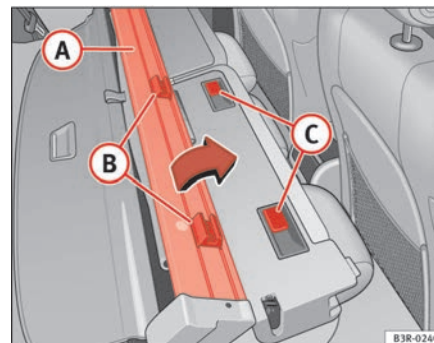

Fig. 123 Montar a cobertura do porta-bagagens / rede de separação
- Coloque a rede de separação **A** no encosto, de forma que os suportes **B** se encontrem à frente das guias **C** ⇒ fig. 123.